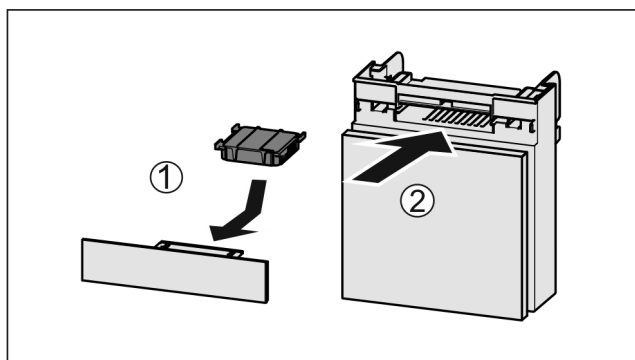

Fig. 136
- Filtr s aktivním uhlím vložte podle vyobrazení Fig. 136 (1).
- Zásuvku zasuňte Fig. 136 (2).